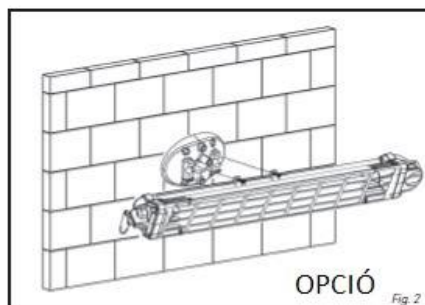
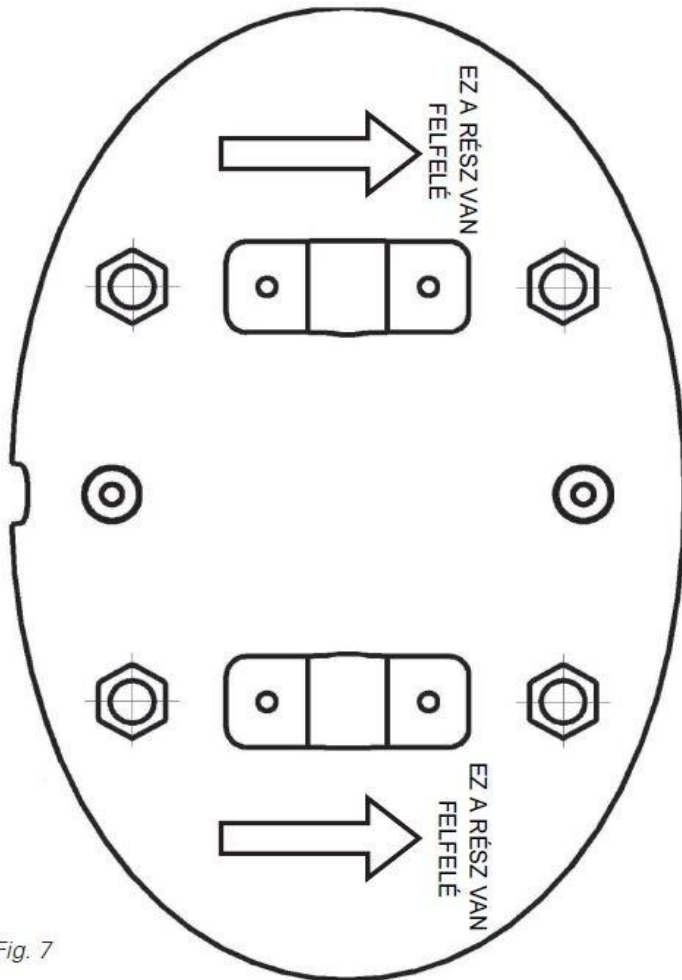

Fig. 2
Fig. 7
- Oldalfalra szerelhető fali konzol segítségével (768M):** Mielőtt felfúrna a fali konzolt a falra, győződjön meg róla, hogy a fal tömör, és a furatok nem fúrnak át víz vagy gázvezeték. A fúráshoz használjon sablont a fig. 7 ábrának megfelelően. 5 mm átmérőjű furatot fúrjon a falba, majd a konzolhoz tartozó tiplikkel és csavarokkal rögzítse fel a fali konzolt (fig. 2). Ügyeljen, hogy a nyíl a konzolon felfelé nézzen.